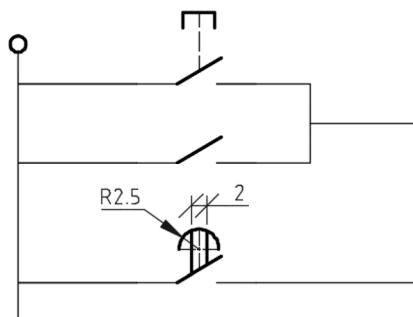

图 12-83 完成表示时间继电器信息的图形
13) 使用相关工具命令绘制图 12-83 所示的图形，图中特意给出参考尺寸和辅助线。